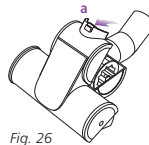

Fig. 26
- 1 Deslice la traba (a) hacia adelante e incline suavemente la cubierta del cepillo hacia arriba para abrirla. (Fig. 26)